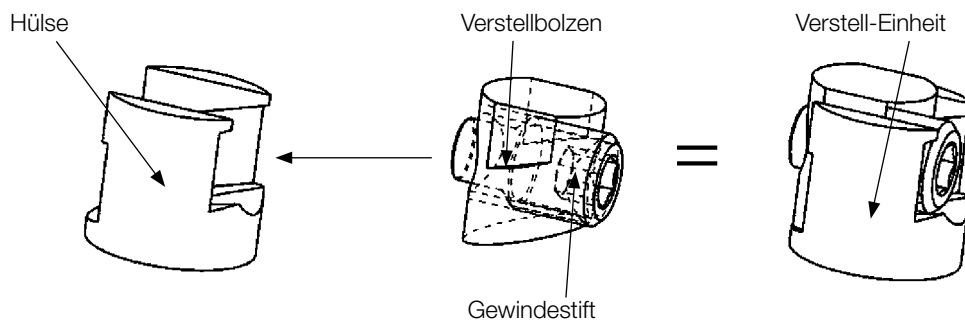

ABB. 1
- Gewindestift in den Verstell-Bolzen einschrauben (von der flachen Seite aus) und zusammen in die Hülse einschieben (richtige Seite beachten). (Abb. 1)